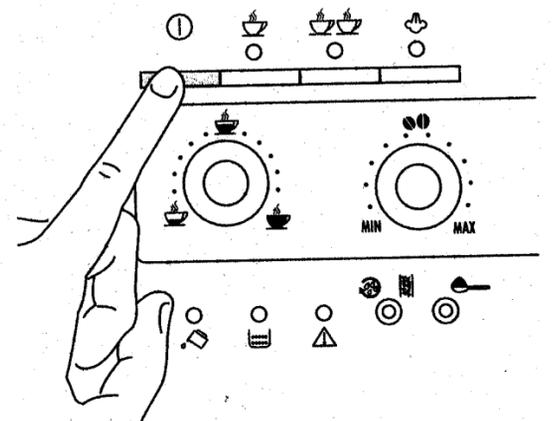
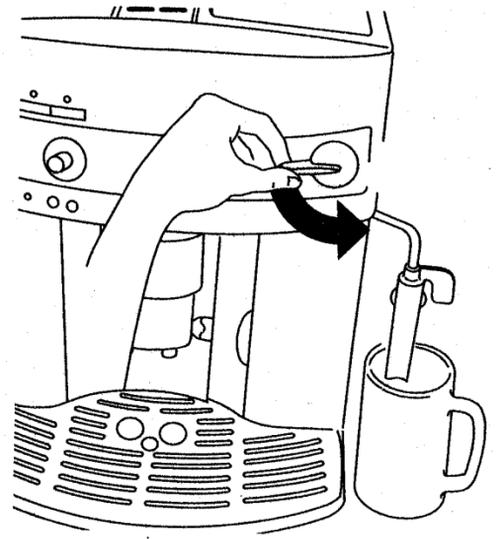

Рис. 4
Рис. 5
3. Включите кофеварку, нажав кнопку ①, рис. 4. **СРАЗУ ЖЕ ПОСЛЕ ЭТОГО В ТЕЧЕНИЕ МАКСИМУМ 30 СЕКУНД** поверните ручку регулятора пара против часовой стрелки до упора, рис. 5 (появление шума в кофеварке – нормальное явление).
- Поверните регулятор подачи пара против часовой стрелки на половину оборота, рис. 5, горячая вода потечет из устройства для взбивания молока, начиная заполнять стоящую под ним емкость.
- Несколько секунд выпускайте воду или пар, повернув ручку регулятора пара на несколько секунд против часовой стрелки до упора, рис. 5. Эта операция позволит